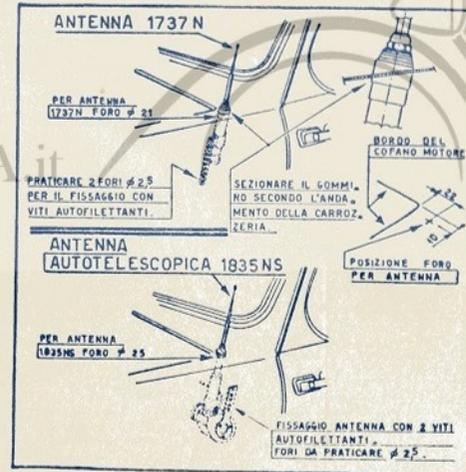

fig. 9
**Antenna Autotelescopica:** come indicato per la 500 C a pag. 5 può sostituire molto bene la 1737 N di dotazione. Per il suo montaggio riferirsi alla fig. 9.